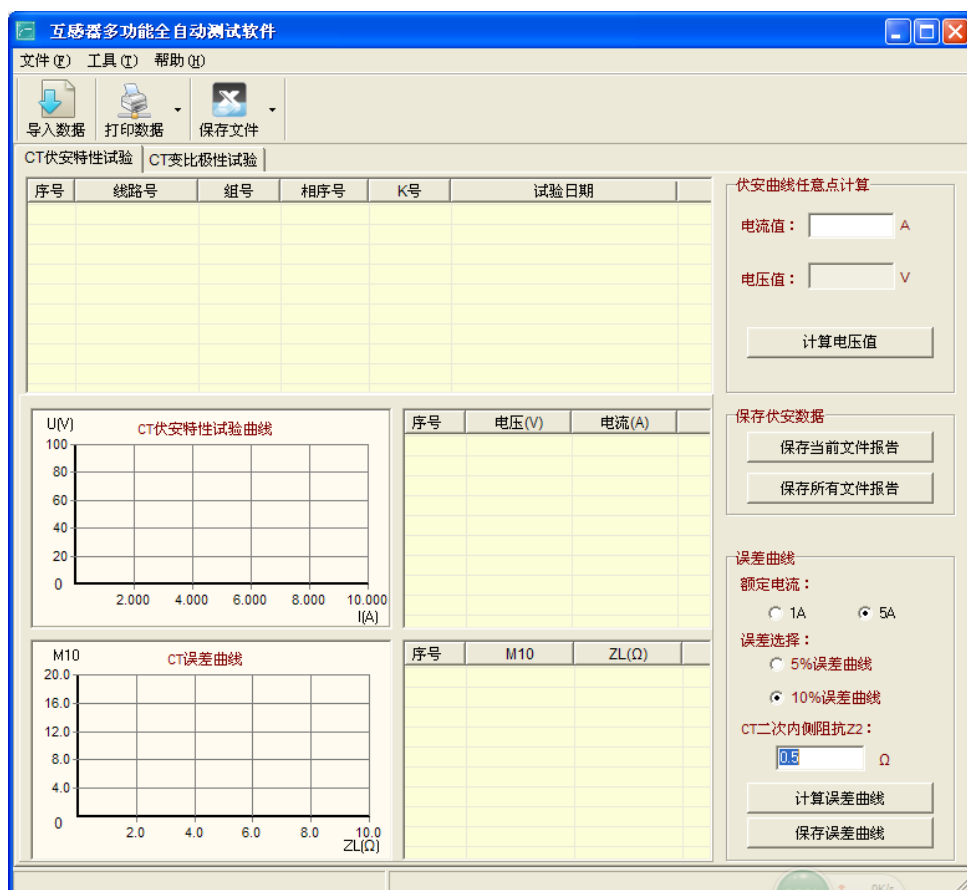

图 4.2 软件界面
1. 双击 互感器多功能全自动测试软件.exe，运行互感器多功能全自动测试软件，如图 4.2 所示。